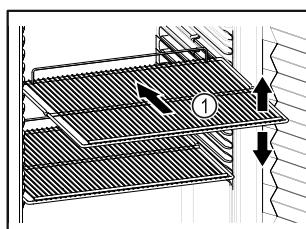

Fig. 61 Atvaizdo pavyzdys
- Jei pastatymo groteles Fig. 61 (1) galima perkelti, pritaikykite atsižvelgdami į aukštį.